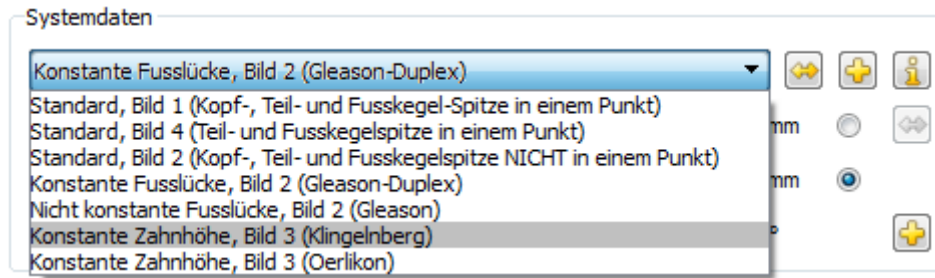

Abbildung 2.19 Bauform „konstante Zahnhöhe“ für Zyklopalloid Verfahren anwählen
1. Im Reiter „**Geometrie**“ → „**Systemdaten**“ die Bauform „**konstante Zahnhöhe, Bild 3 (Klingelnberg)**“ auswählen (siehe Abbildung 2.19).